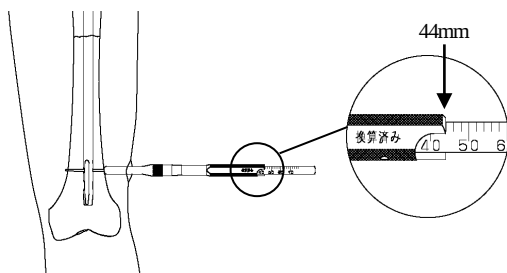

図7
- 7) ロング用ディスタルデプスゲージの先端フックを内側皮質に引っ掛け、スクリー長を計測します。（図7）